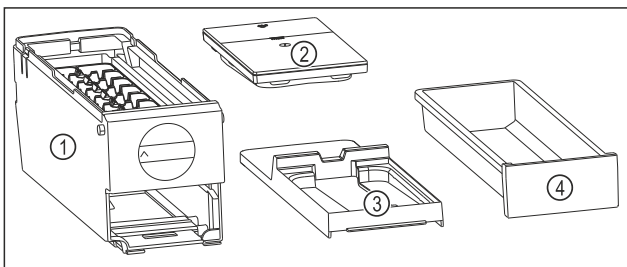

Fig. 79 Bestandteile des EasyTwist-Ice
- ▶ EasyTwist-Ice ist in vier Teile zerlegt. (siehe Fig. 79)
- ▶ EasyTwist-Ice nur in abgebildete Bestandteile zerlegen. (siehe Fig. 79)
- ▶ EasyTwist-Ice-Korpus Fig. 79 (1) als Ganzes reinigen.